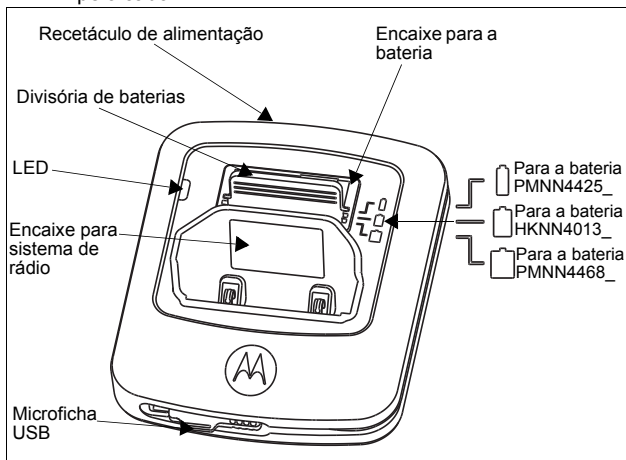

Figura 1: Carregador Tri-Unit
- a. Puxe a divisória de baterias para fora, e volte a encaixá-la na ranhura de acordo com o tipo de bateria que pretender carregar. (Consulte a Figura 1).